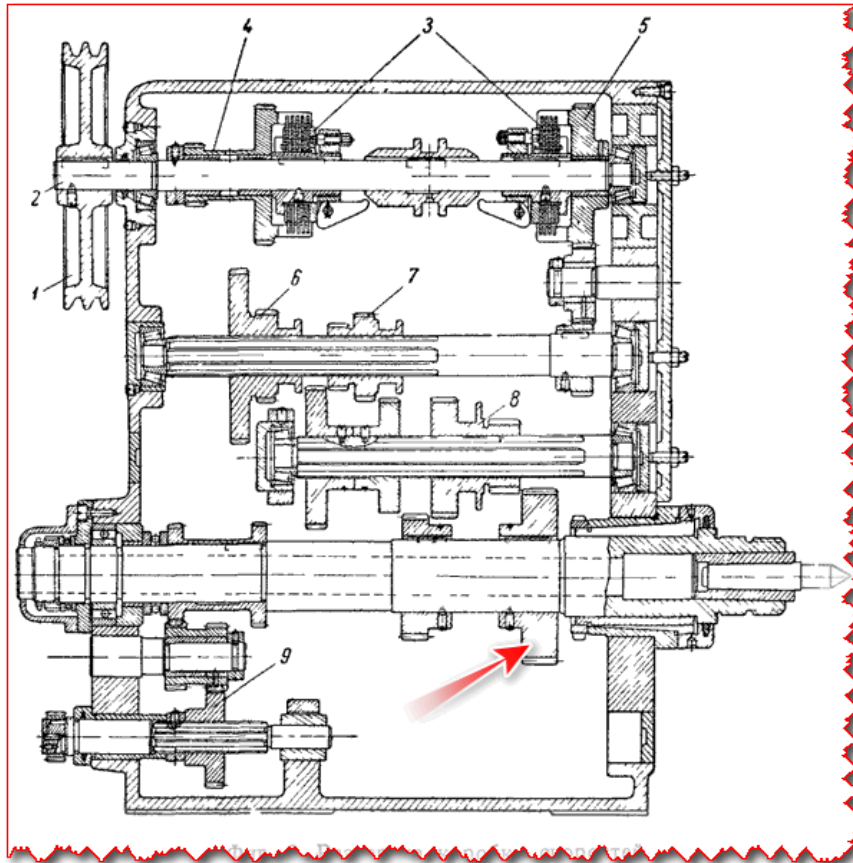

Рисунок 1
1. На чертеже узла найти заданную деталь. В примере это зубчатое колесо, указанное стрелкой (рисунок 1):